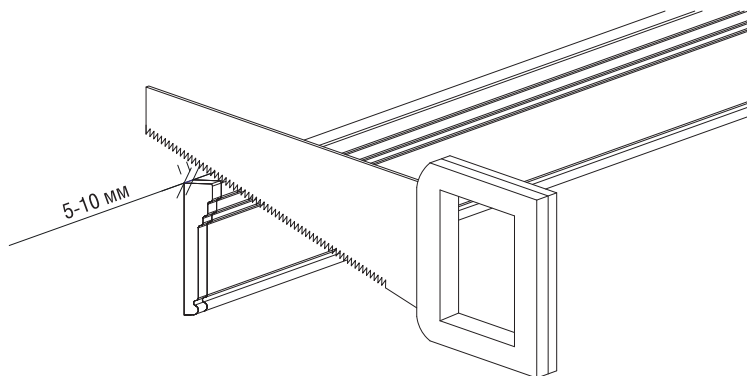

Рис. 1-1
**1.1** Произведите горизонтальную разметку по стене с помощью отбойного шнура. В случае, если торцы молдинга покрыты грунтовкой, запилите молдинги под прямым углом на расстоянии 5-10 мм от торца, или аккуратно зачистите торцы молдингов наждачной бумагой (*рис. 1-1*)